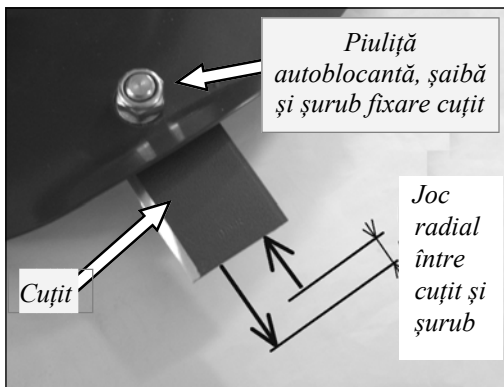
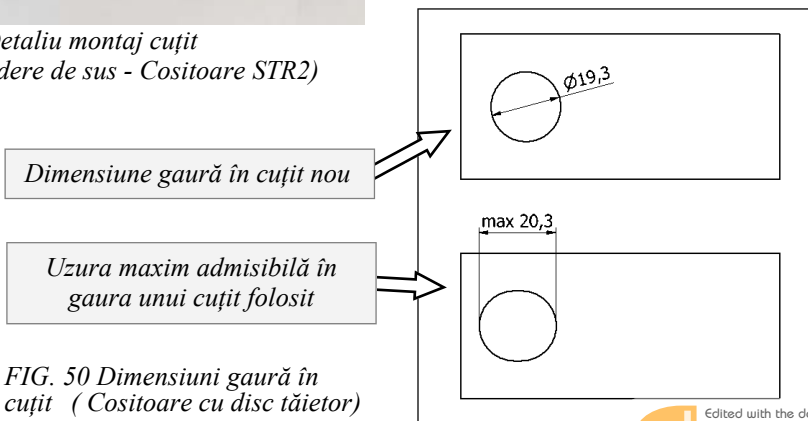

FIG. 46 Detaliu montaj cuțit
FIG. 50 Dimensiuni gaură în cuțit (Cositoare cu disc tăietor)
- Verificați strângerea șuruburi care fixează cuțitele (Fig. 46 și 48) pe discul de cosire; cuplu de strângere 80 Nm.
- În cazul cositoarei cu disc de tăiere, verificați uzura găuri din cuțit și a șuruburilor de fixare a cuțitelor. **Jocul radial al cuțitului în raport cu șurubul cuțitului (Fig. 46, 48) nu trebuie să depășească 1,5 mm (acest joc este de aproximativ 0,6 mm pt. piese noi).** Măsurați jocul împingând cuțitul spre centrul discului și apoi trăgându-l către exterior. Măsurați acest joc utilizând un șubler. Înainte de a măsura jocul, curățați orice impurități din articulația cuțitului, care ar putea afecta măsurătoarea. Dacă nu puteți efectua această măsurătoare fără echivoc sau nu sunteți sigur de exactitatea acesteia, este necesar să demontați cuțitul de pe disc și să măsurați diametrul orificiului din cuțit. Măsurați diametrul orificiului pe direcție longitudinală (Fig. 50) și dacă valoarea măsurată depășește 20,3 mm, este necesar să înlocuiți cuțitul cu unul nou, original (diametrul orificiului într-un cuțit nou este de circa 19,3 mm). Verificați starea șurubului și la remontare utilizați o piuliță autoblocantă nouă și o nouă șaibă de siguranță. **Atenție! piulița și șurubul au un pas fin M12x1.5.**
- La STR2, utilizați gaura din discul de copiere pt. a avea acces la șurub (Fig. 50).